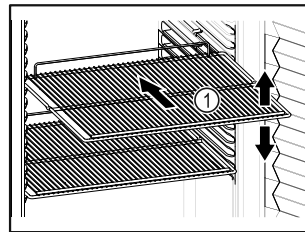

Fig. 82 Simbolična slika
- Če je odlagalna rešetka Fig. 82 (1) premična, jo prilagodite po višini.